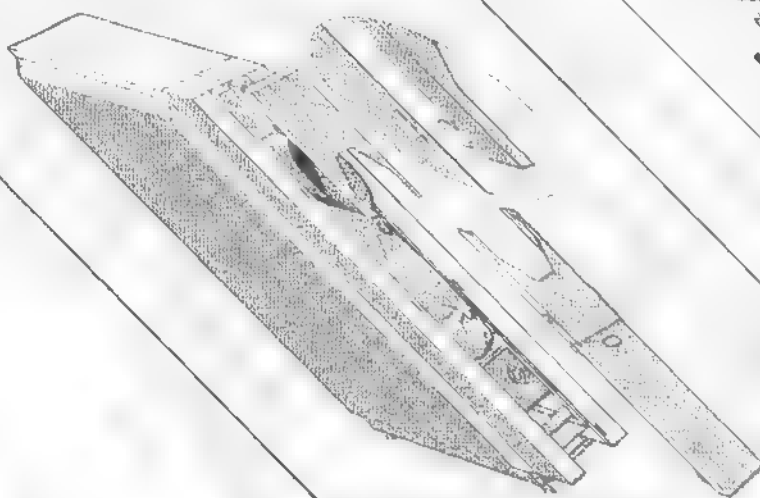

Fig. 19
droite (fig. 19).
- Accrocher le cache supérieur à l'aide des crochets dans les 4 rainures de la paroi avant gauche et droite, au-dessus de la buse de fumées (fig. 19).
- Accrocher le cache inférieur à l'aide des crochets dans les 4 rainures de la paroi avant gauche et droite, en-dessous de la buse de fumées (fig. 19).